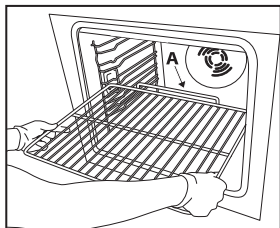

Рис. 1
1. Вставте решітку горизонтально, піднятою частиною "А" догори (Рис. 1).